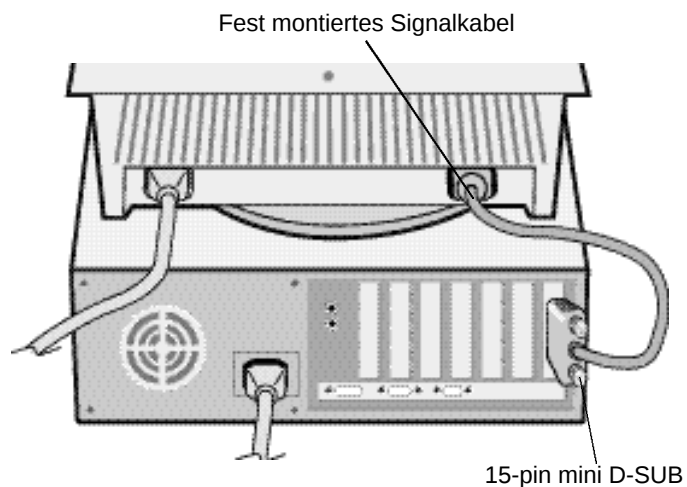

Abbildung A.1
- 3 Verbinden Sie den 15-pin mini D-SUB Stecker des fest montierten Signalkabels mit der entsprechenden Buchse der Grafikkarte Ihres Rechners (Abbildung A.1). Ziehen Sie alle Schrauben fest.